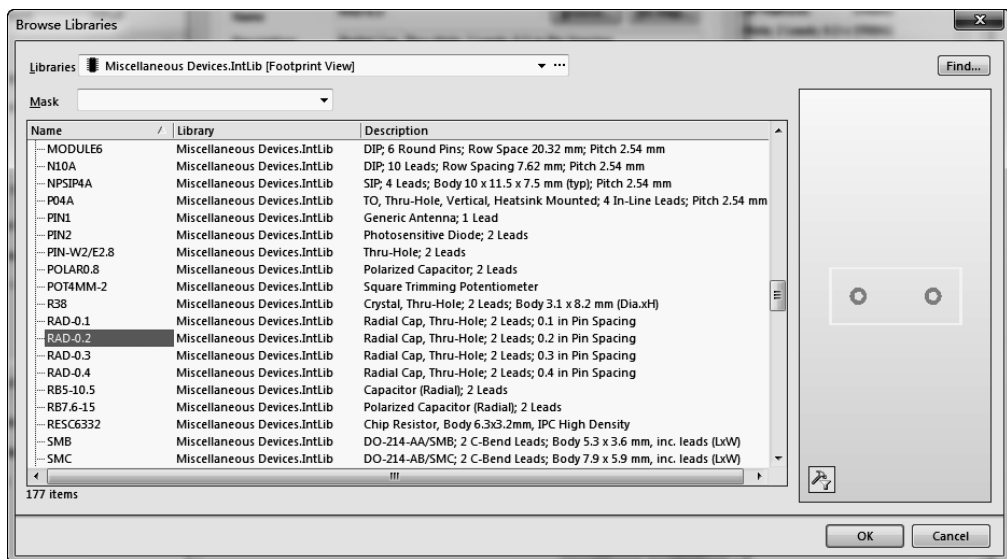

图 2-3-5 Browse Libraries 对话框
③ 在 PCB Model 对话框的 PCB Library 区域中选中 Any 单选框，在 Footprint Model 区域中单击 Name 右侧的【Browse】按钮，系统弹出 Browse Libraries 对话框，如图 2-3-5 所示。